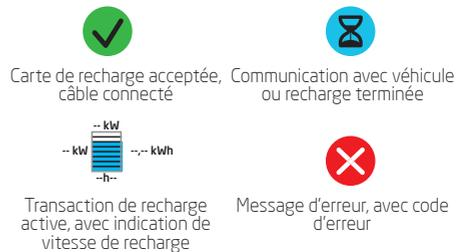

Figure 2 : Symboles témoin d'état
- ③ Informations d'état
- ④ Témoin d'état (symboles, voir figure 2)
- ⑤ Puissance de recharge actuelle vers le véhicule connecté
- ⑥ Capacité de recharge maximale de la prise
- ⑦ Énergie actuellement consommée pendant la présente transaction
- ⑧ Durée de la transaction en cours
- ⑨ Les instructions d'utilisation sont affichées à cet endroit. En cas d'erreur, un code d'erreur et des instructions s'affichent (voir l'annexe A pour plus d'informations).